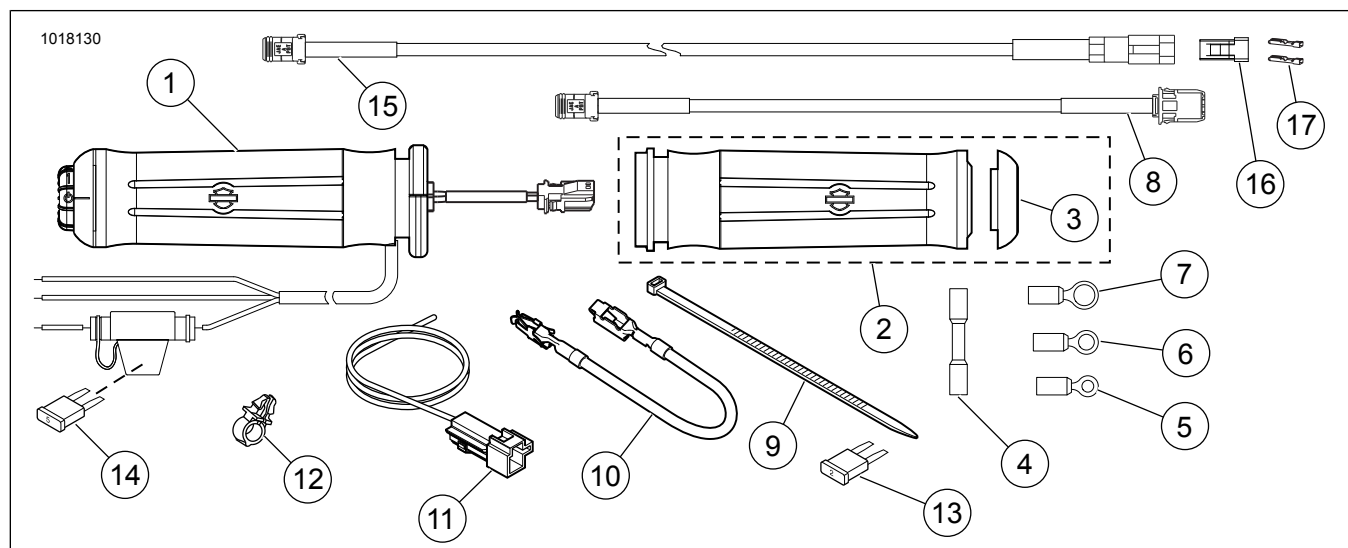

Рисунок 8. Запчасти, комплекты для рукоятки с подогревом
2. См. Рисунок 8 . Используйте стяжки кабеля (9) из комплекта для крепления проводки ручного сцепления с жгутами проводов вдоль рамы мотоцикла.